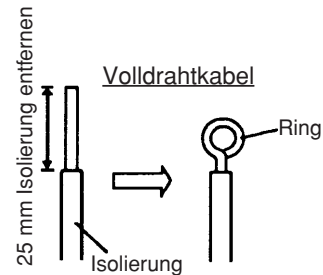

Abb. 3-2
- (1) Kabelende mit einer Zange abschneiden und soviel Isolierung entfernen, daß ca. 25 mm blanker Draht zu sehen sind. (Abb. 3-2)
- (2) Mit einem Schraubendreher die Befestigungsschraube(n) von der Klemmenleiste entfernen.
- (3) Mit Hilfe der Zange das Kabelende zu einem Ring biegen, durch den die Schraube der Klemmleiste gesteckt werden kann.
- (4) Den Ring auf die Klemmenleiste legen, die Befestigungsschraube einsetzen und mit dem Schraubendreher festziehen.